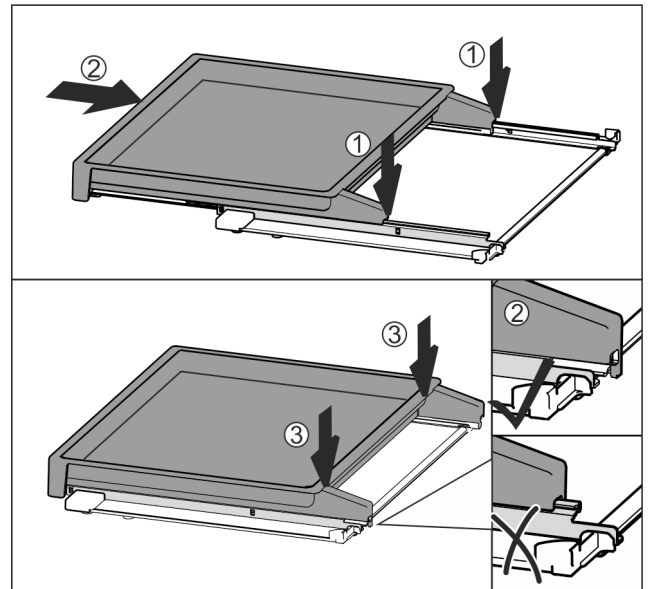

Fig. 41
- ▶ Установить по центру на направляющие Fig. 41 (1).
- ▶ Вставить вытяжную панель полностью Fig. 41 (2).
- ▶ Нажимать на задней стороне до тех пор, пока не будет слышна фиксация Fig. 41 (3).